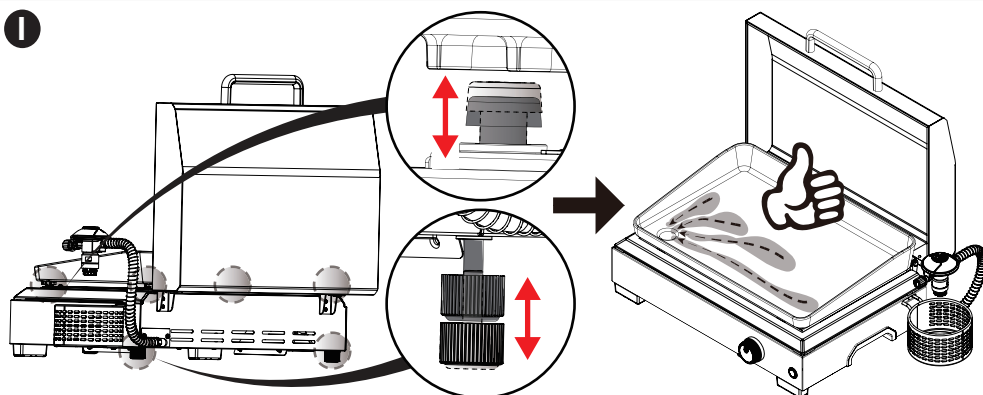

Fig. 1
- Cet appareil à gaz fonctionnant sur le principe de la combustion consomme de l'oxygène et rejette des substances et gaz qui peuvent être dangereux, tel que le monoxyde de carbone (CO).
- N'utilisez pas l'appareil si la cartouche de gaz n'est pas à la verticale (Fig. 1).